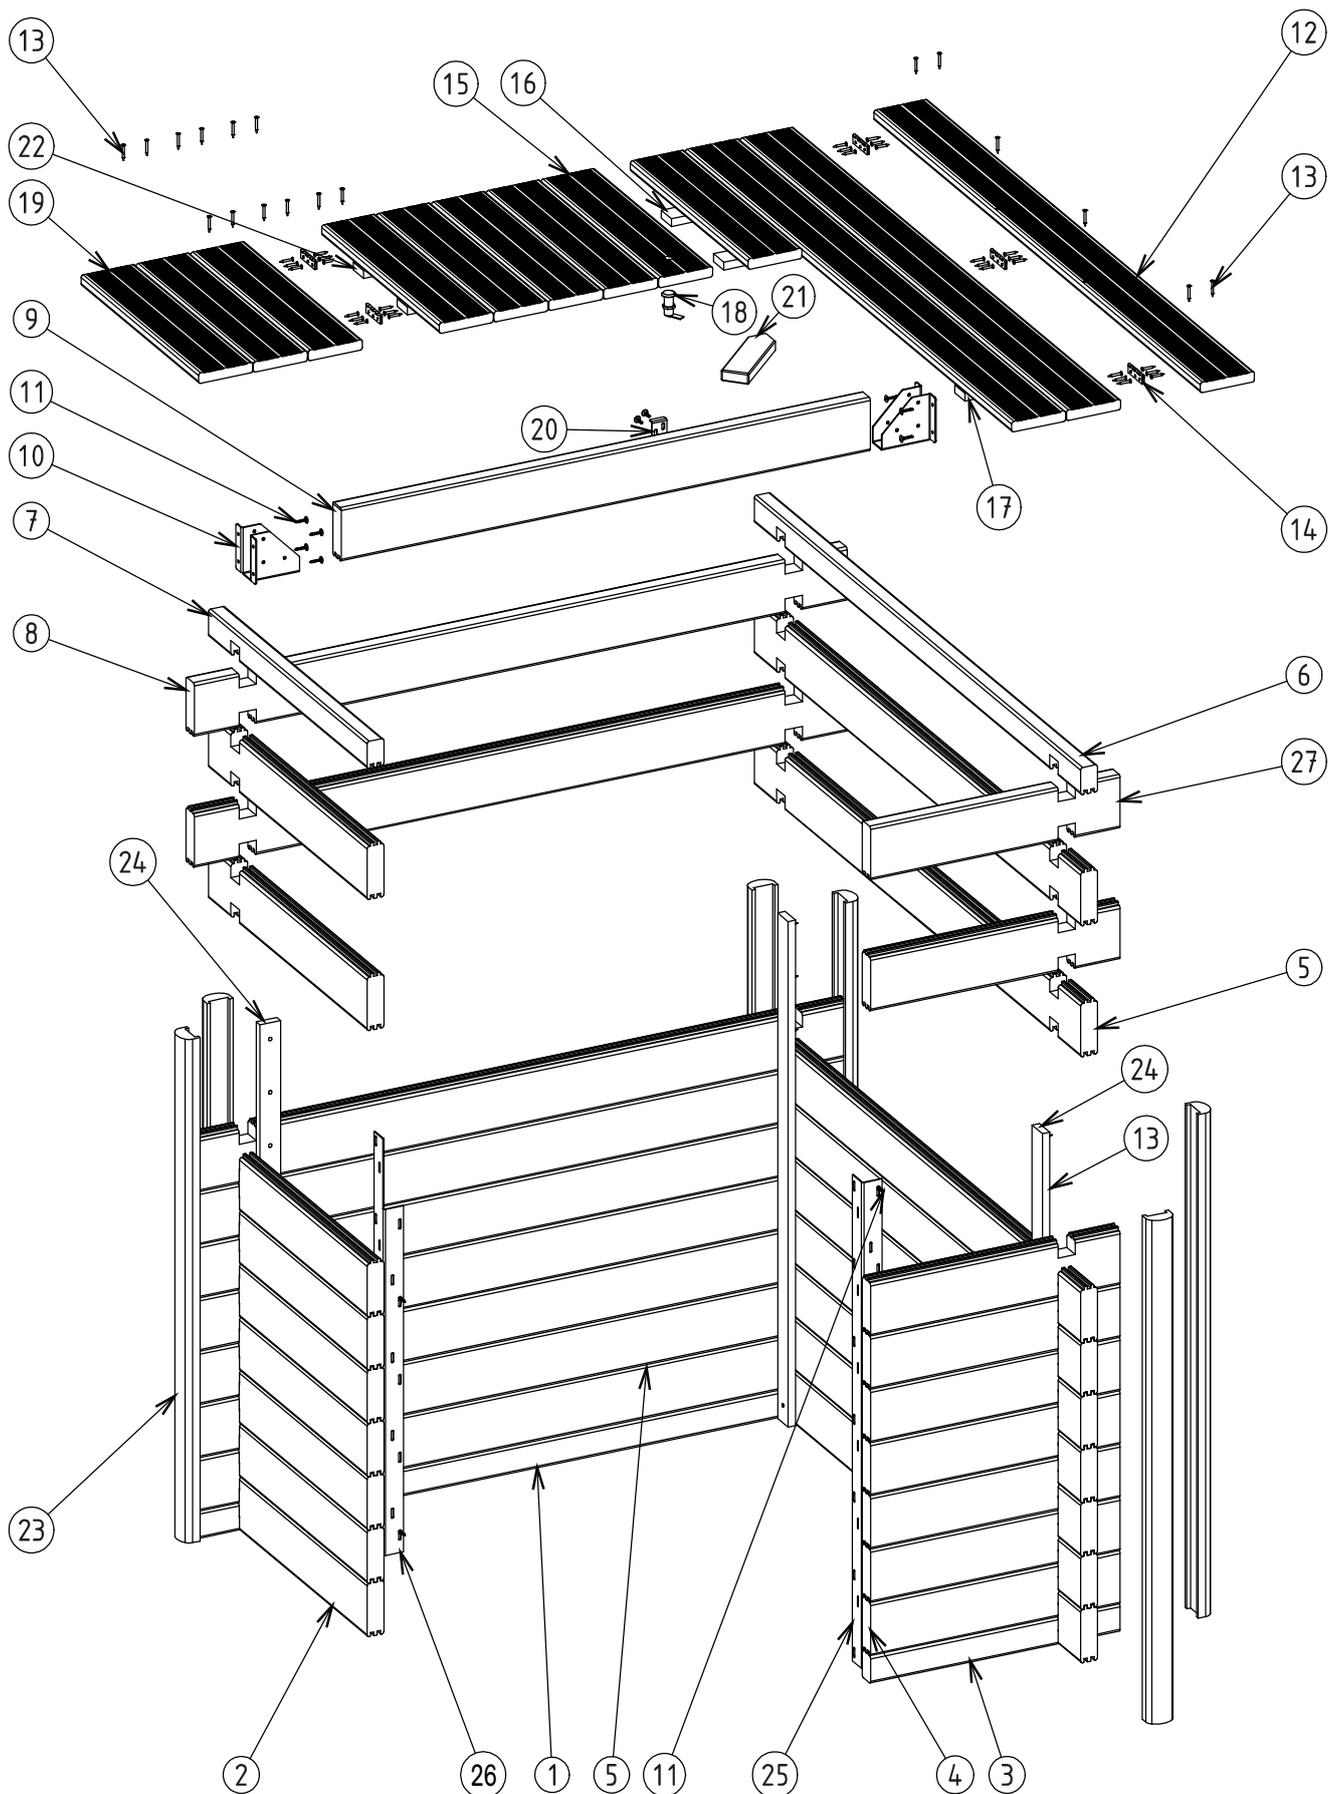
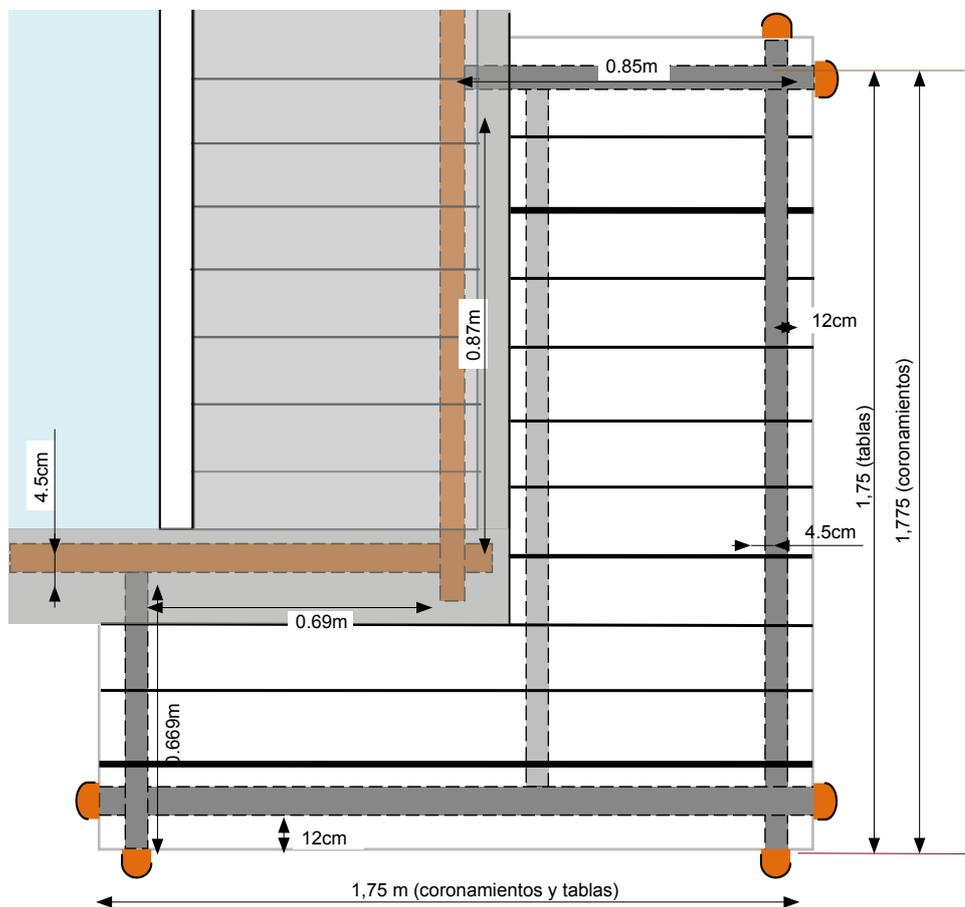
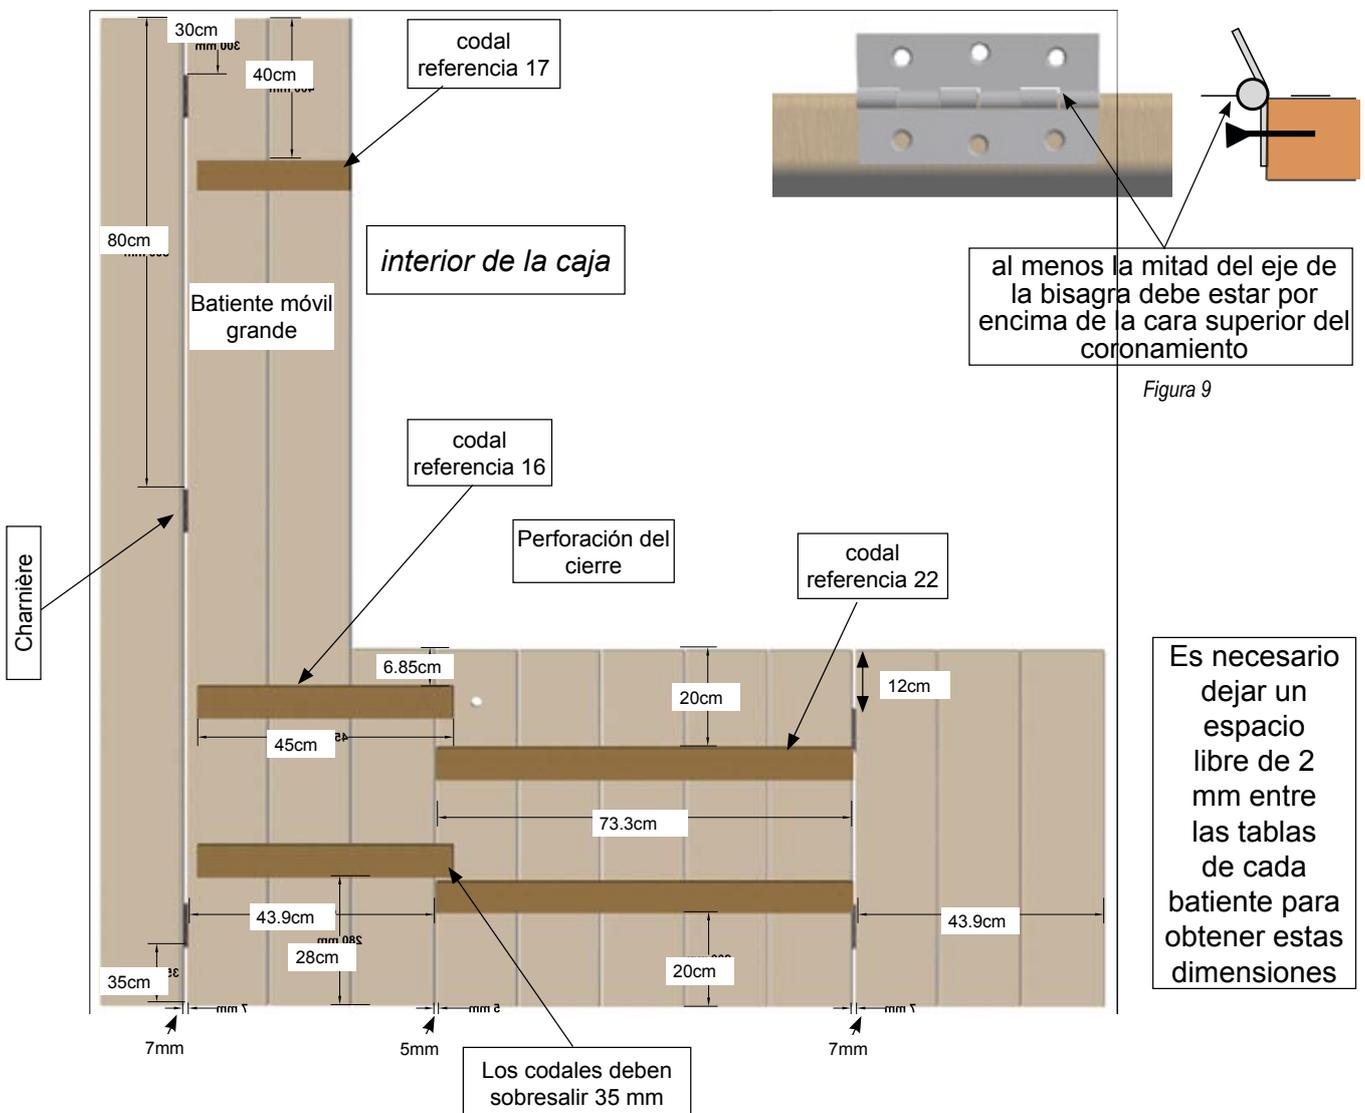

Figura 2
Figura 4
Figura 10 - Esquema de montaje de las rejillas
1.4.5	Montaje de los perfiles de acabado de los extremos de la pared (referencia 23 en la figura 2)8
El montaje debe realizarse en la ubicación precisa donde se colocará la caja en la piscina, porque ya no será posible mover la caja una vez montada, debido a su peso. Vea las dimensiones de posicionamiento en la figura 4.
Después de ensamblar la primera fila de tablas en el suelo, coloque las dos tablas del extremo contra la piscina en los lugares precisos donde deben colocarse (consulte las dimensiones en la figura 4).
Conecte cada escuadra de sujeción al interior y al ras con cada uno de los dos extremos libres (consulte la figura 2) con los tornillos para bisagra 6 x 30 (18 tornillos por escuadra).
Fije los codales de bloqueo en cada una de las 3 esquinas verticales interiores de la caja (referencia 24 en la figura 2). Usar 30 tornillos para madera 5 x 40.
Atornille cada una de las 2 zapatas de fijación (referencia 10 en la figura 2) de la viga de soporte (referencia 9 en la figura 2) en los siguientes lugares, utilizando 4 tornillos 6 x 30 por zapata:
1.4.5 Montaje de los perfiles de acabado de los extremos de la pared (referencia 23 en la figura 2)
Para evitar este inconveniente, es conveniente sustituir esta pieza por la que se entrega con la caja (n.º 21 en la figura 2), que tiene un extremo puntiagudo.
1. Con 3 tornillos para bisagra 4 x 35 por bisagra, atornille 3 bisagras en el borde de un coronamiento de rejilla de 1,75 m de longitud (referencia 12 en la figura 2) a las dimensiones que se muestran en la figura 10 (perfore los orificios, si es necesario, con un taladro para madera de 2 mm) y siga las instrucciones de la figura 9. Este coronamiento se fijará en la parte superior de la pared al final de la caja (consulte la figura 4).
2. Con 3 tornillos para bisagra 4 x 35 por bisagra, atornille 2 bisagras en el borde de un coronamiento de rejilla de 63 cm de largo (referencia 19 en la figura 2) a las dimensiones que se muestran en la figura 10.
3. Cree el pequeño batiente móvil con 5 bordes de 63 cm de largo, incluido el coronamiento que comprende un orificio destinado al montaje del cierre (referencia 15 figura 2): para fijar los dos codales de 73 cm de largo (referencia 22 en la figura 2) debajo de los coronamientos, respetando las dimensiones y el espacio libre de 2 mm entre los coronamientos, tal como se indica en la figura 10.
- a. fije los dos codales de 45 cm de largo (referencia 16 en la figura 2) debajo de los 3 coronamientos haciendo que los codales sobresalgan 3,5 cm en el lado del coronamiento de 63 cm respetando las dimensiones y el espacio de 2 mm entre los coronamientos, según se indica en la figura 10;
4. Coloque el batiente pequeño en la caja respetando los espacios mencionados en la figura 10.